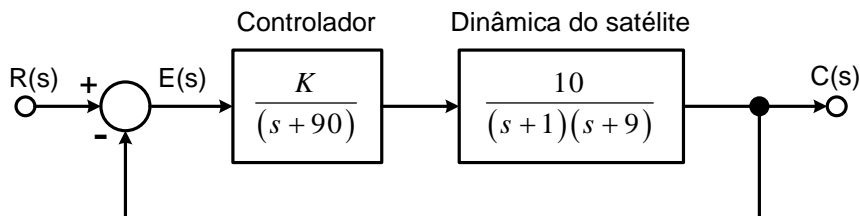

Figura 9
12. Um satélite espacial utiliza o sistema de controle ilustrado na Figura 9 para reajustar sua orientação.